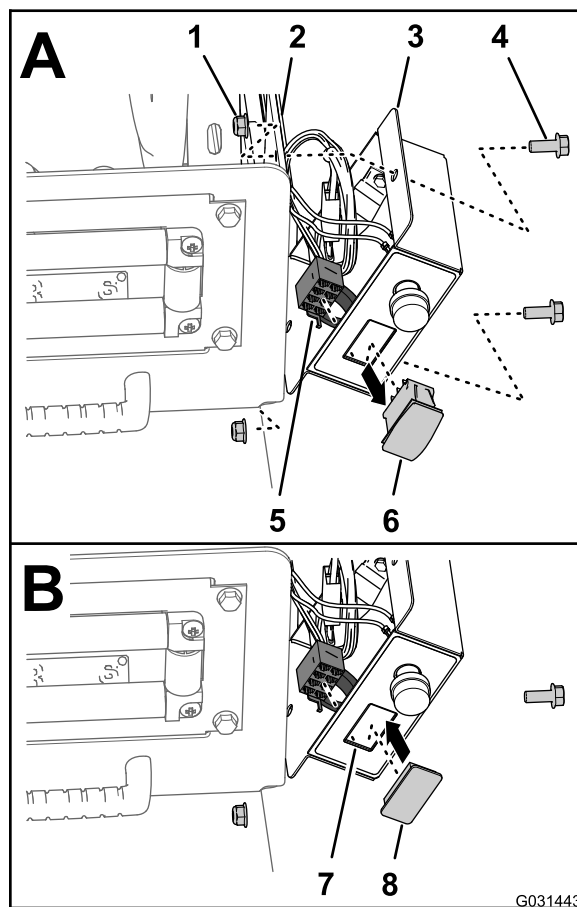

図 20
1. コントロールボックスをリール取り付けプレートに固定しているボルト $\frac{5}{16}$ x $\frac{3}{4}$ " 2本とロックナット $\frac{5}{16}$ " 2個を取り外す 図 20。
2. 水圧制御スイッチから、コントロールボックス用の8ソケットコネクタを外す 図 20。
3. 8ソケットコネクタをコントロールボックス内部に引き込む 図 20。
4. 水圧制御スイッチのロックタブをつまんで、スイッチをコントロールボックスの外に押し出す 図 20。
5. スwitchを外したところコントロールボックス開口に、スイッチプラグを合わせる 図 20。
6. コントロールボックス内部にスイッチプラグを入れ、プラグがカバーにパチンと音を立ててはまるまで押し込む 図 20。
7. コントロールボックスをリール取り付けプレート 図 20に固定するボルト $\frac{5}{16}$ x $\frac{3}{4}$ " 2本と、ロックナット $\frac{5}{16}$ " 2個を使用。